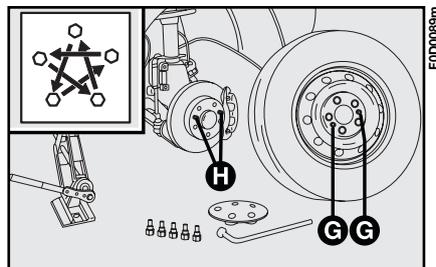

fig. 7
**7)** Monte la rueda de repuesto, haciendo coincidir los orificios **G**-fig. 7 con los pernos **H** correspondientes. Cuando monte la rueda de repuesto, asegúrese de que las superficies de apoyo de la misma estén limpias y sin residuos que podrían hacer que más adelante se aflojen los tornillos de fijación.
**10)** Apriete a fondo los tornillos, pasando de un tornillo al otro diametralmente opuesto, siguiendo el esquema ilustrado en la **fig. 7**.